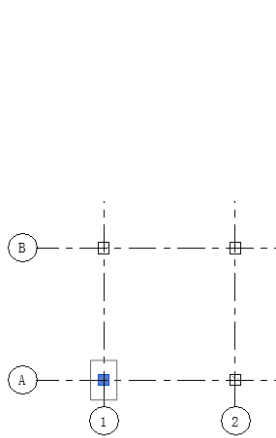

图 10-26 选择轴线
- (3) 在“属性”选项板中选择独立基础类型。
- (4) 选择结构柱，在结构柱的下端放置独立基础，如图 10-26 所示。